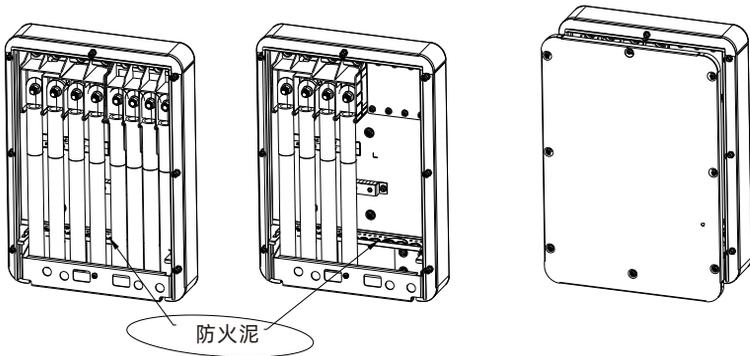

图 6.4 涂防火泥位置说明
4. 接线完成后需要在进线侧防水硅胶垫处涂满防火泥，待防火泥涂抹完成后再锁上AC接线盒盖板。如下图6.4所示。